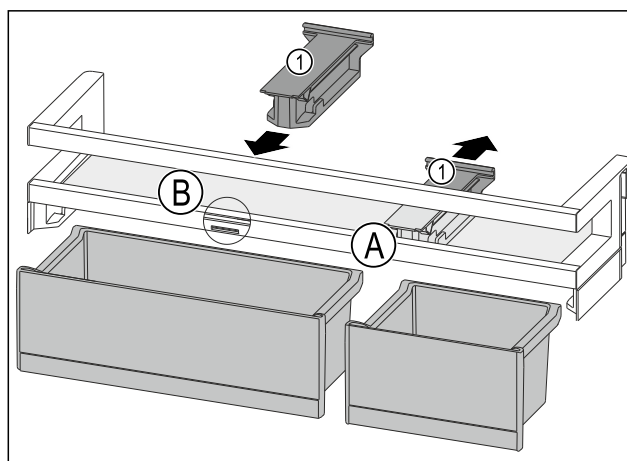

Fig. 190
- Tirare l'elemento di tenuta Fig. 190 (1) all'indietro per portarlo in posizione Fig. 190 (A).
- Inserire l'elemento di tenuta Fig. 190 (1) in posizione Fig. 190 (B).